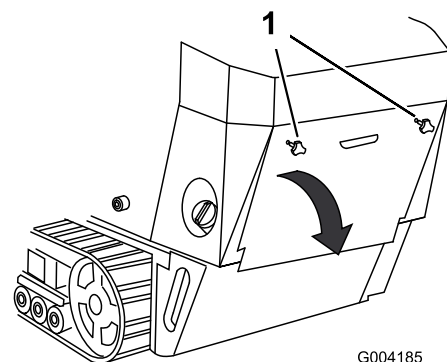

Figura 27
1. Desenrosque los 2 pomos que fijan el panel de acceso trasero a la máquina (Figura 27).
2. Baje el panel de acceso trasero y retírelo para tener acceso a los componentes internos (Figura 27).